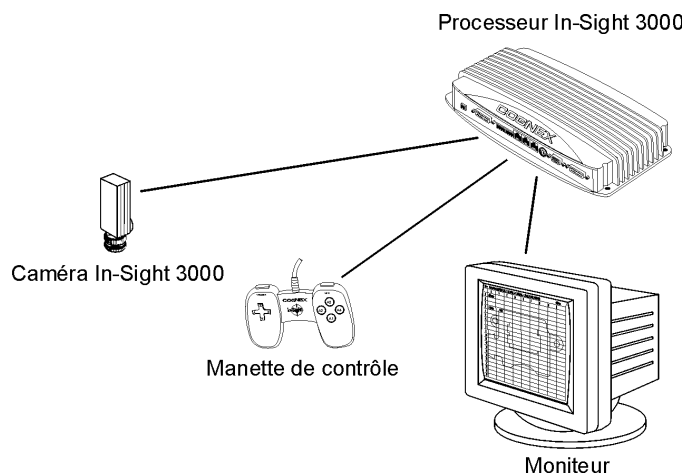

Figure 1. Configuration In-Sight 3000 autonome
Une configuration In-Sight 3000 autonome (hors réseau) ne comporte pas de connexion à des ordinateurs (PC), ni à d'autres capteurs In-Sight, ni à des commutateurs Ethernet ni à tout autre système en réseau. La figure 1 montre la configuration de base.
La configuration autonome hors réseau de la figure 1 exige un écran et une manette de commande In-Sight, afin de pouvoir configurer les applications et en surveiller le fonctionnement. Il n'y a pas de connexion à un réseau, si bien que le nombre de tâches qui peuvent être stockées est limité. Les images et les données peuvent être envoyées, ainsi que les tâches au-delà de la limite de la capacité de stockage locale, par un port série, à des systèmes extérieurs pour y être stockées.